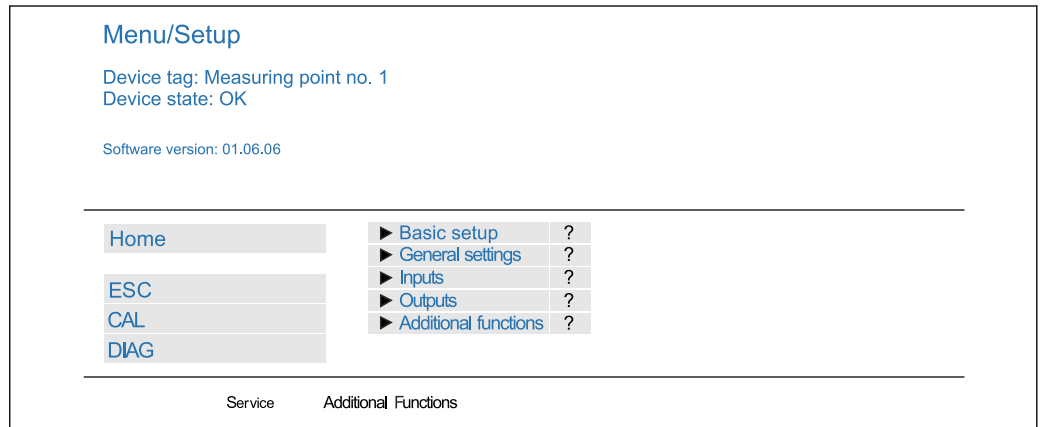

图 47 网页服务器示例（菜单/语言=英文）
3. ▶**验证结果**（快速显示和导出到 SD 卡）或**附加功能**（下限线下面的附加菜单 → 图 47）。